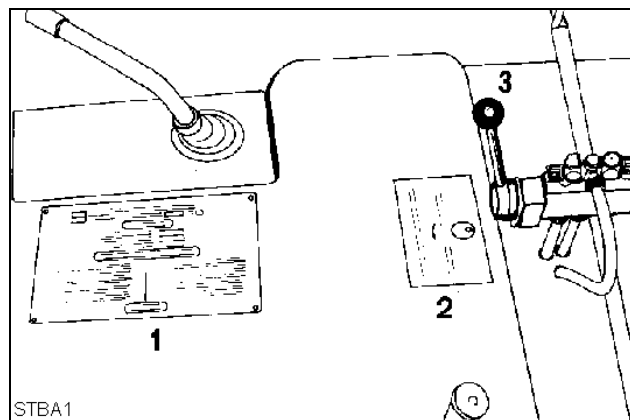

Fig. 2
- Espere aprox. 5 segundos y ponga la palanca 3 (Fig. 2) en la posición "Servicio de traslado".